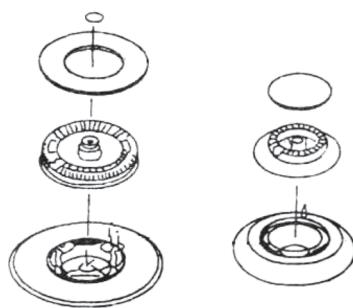

Рис. 2
- Для удаления отложений из полостей конфорок, снимите крышку и разделите две части (смотрите рисунок 2). После очистки, вновь соедините обе части и установите их на место. Вымой решетку, установите ее на место, проверив правильность расположения.